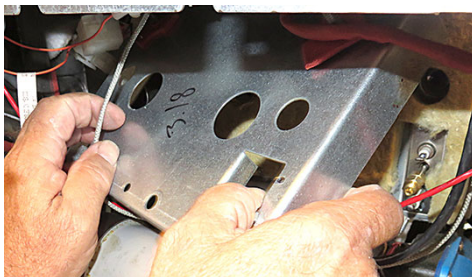

図 46
53. ステップ 37 で取り外した外側の絶縁カバーを慎重に交換し、ステップ 35 で取り外したねじとナットで交換します (図 46 を参照)。